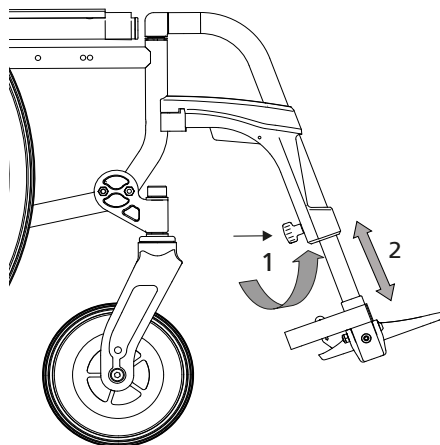

fig.13
1. Per la regolazione, allentare la connessione a vite di un quarto di giro e tirare indietro la leva di sblocco. (1, fig. 13)
2. Posizionare la pedana nel modo più comodo per la persona e rilasciare nuovamente la leva di sblocco. La sedia si bloccherà in automatico sulla posizione successiva. (2 fig. 13)